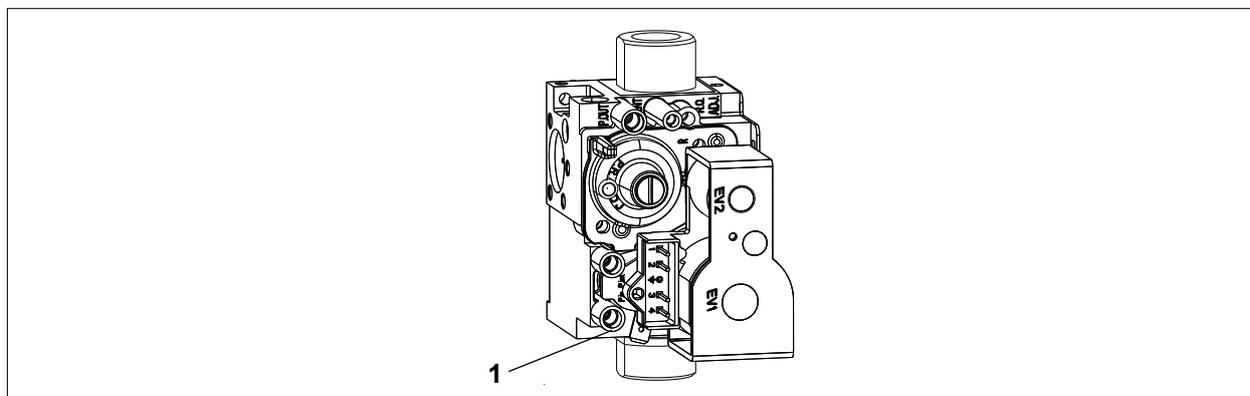

Abb. 6.4 Messnippel Gasdruck
- Verschlusschraube am Messnippel (1) (Abb. 6.4) lockern und Gaszuleitung entlüften.
- Differenzdruckmessgerät oder U-Rohr-Manometer am Messnippel (1) an „+“ anschließen.